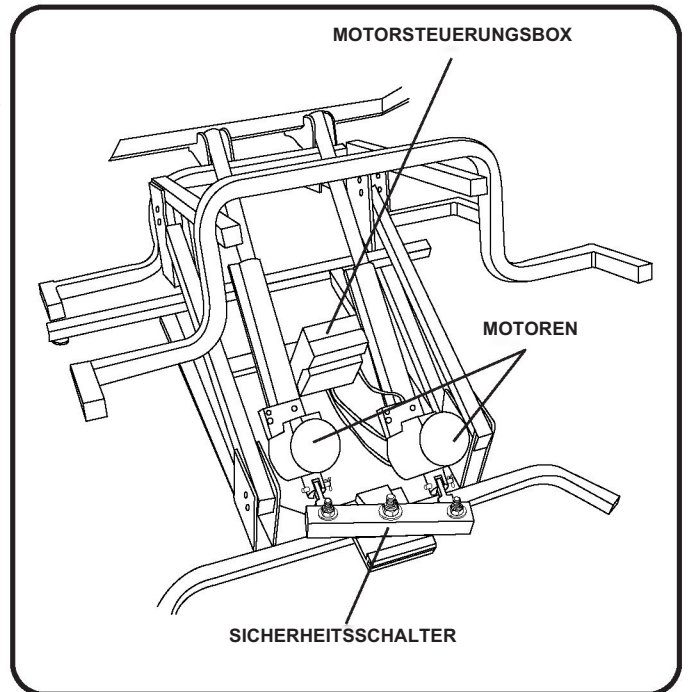

Abbildung 6.1 Nicht synchronisierte Motoren
1. Aktivieren Sie den Handschalter am Aufstehsessel. Wenn keine Bewegung in eine der beiden Richtungen erfolgt, überprüfen Sie, ob die Motoren nicht synchronisiert sind und ob der druckempfindliche Sicherheitsschalter aktiviert wurde. Wenn die Motoren nicht synchronisiert sind, ist ein Motor weiter ausgefahren als der andere und der Sicherheitsschalter ist eingeklemmt (**Abb. 6.1**).